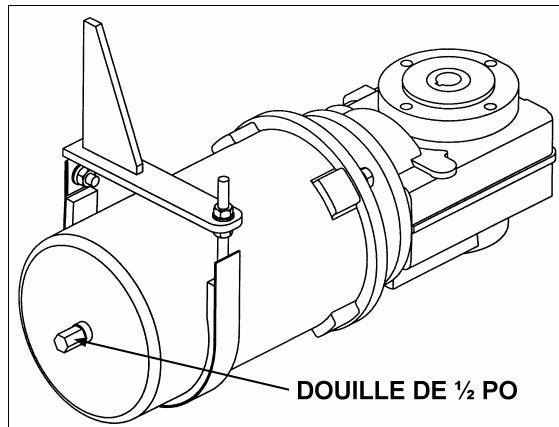

FIGURE 4
10. Si la rallonge coulissante n'est pas alignée avec l'extérieur du véhicule, déplacer la rallonge avec l'aide d'une douille de ½ po installée sur la prise extérieure de l'arbre à l'arrière du moteur de la rallonge (voir la figure 4).